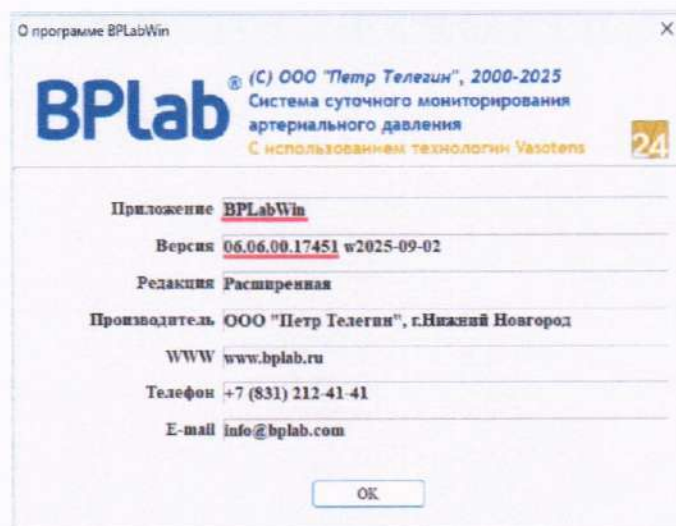

Рисунок 4 – Сведения об идентификационном наименовании и идентификационном номере внешнего ПО «BPLabWin»
7.3.3 Сведения об идентификационном наименовании и идентификационном номере внешнего ПО представлены в пунктах «Приложение» и «Версия» в окне «О программе BPLabWin» (пункт главного меню «Справка» – «О программе...») (см. Рисунок 4).